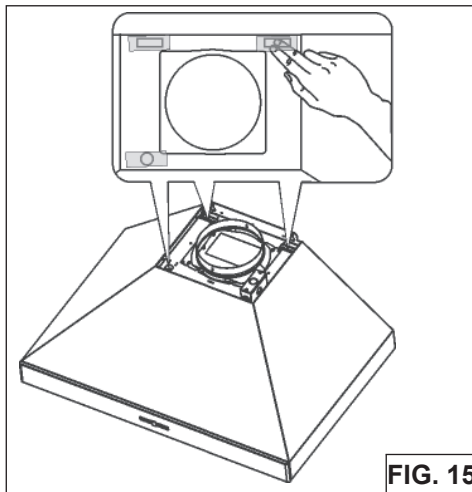

FIG. 15
5. Use la cinta para cerrar las aberturas en la superficie superior de la campana (Fig.15).
2. Use la cinta para cerrar las aberturas en la superficie superior de la campana (Fig.15).